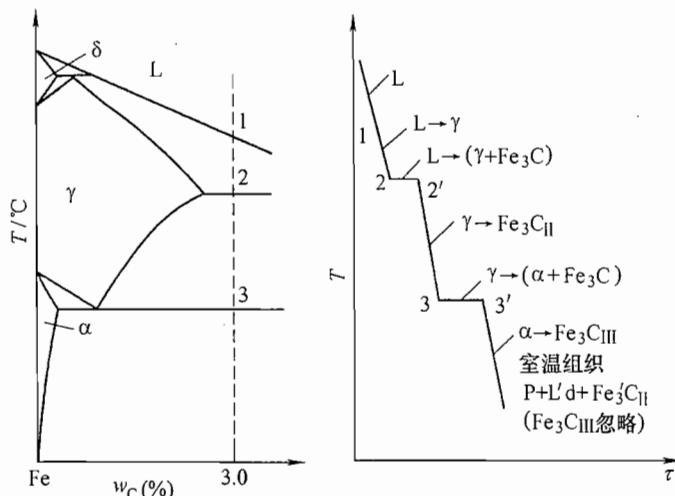

图 37-3 第四题第 3 小题解答图
3. 冷却曲线如图 37-3 所示。
含碳量为 3.0% 的亚共晶白口铁的结晶过程中，与相图上各条曲线从上往下依次交于 1、2、3 点（见图 37-3）。在 1—2 点之间按匀晶转变结晶出初晶（或先共晶）奥氏体，奥氏体的成分沿 JE 线变化，而液相的成分沿 ABC 线变化。当温度降至 2 点时，液相成分到达共晶点 C，于恒温（1148℃）下发生共晶转变，即  $L_c \xrightarrow{1148^\circ C} Ld$  ( $\gamma_E + Fe_3C_F$ )，形成莱氏体。当温度冷却到 2—3 点温度区间时，从初晶奥氏体和共晶奥氏体中析出二次渗碳体。随着二次渗碳体的析出，奥氏体的成分沿着 ES 线不断降低，当温度到达 3 点（727℃）时，奥氏体的成分也到达了 S 点，于恒温下发生共析转变，即  $\gamma_S \xrightarrow{727^\circ C} P$  ( $\alpha_P + Fe_3C_K$ )，所有的奥氏体都转变为珠光体。所以最终的组织为：P +  $Fe_3C_{II}$  + L'd。